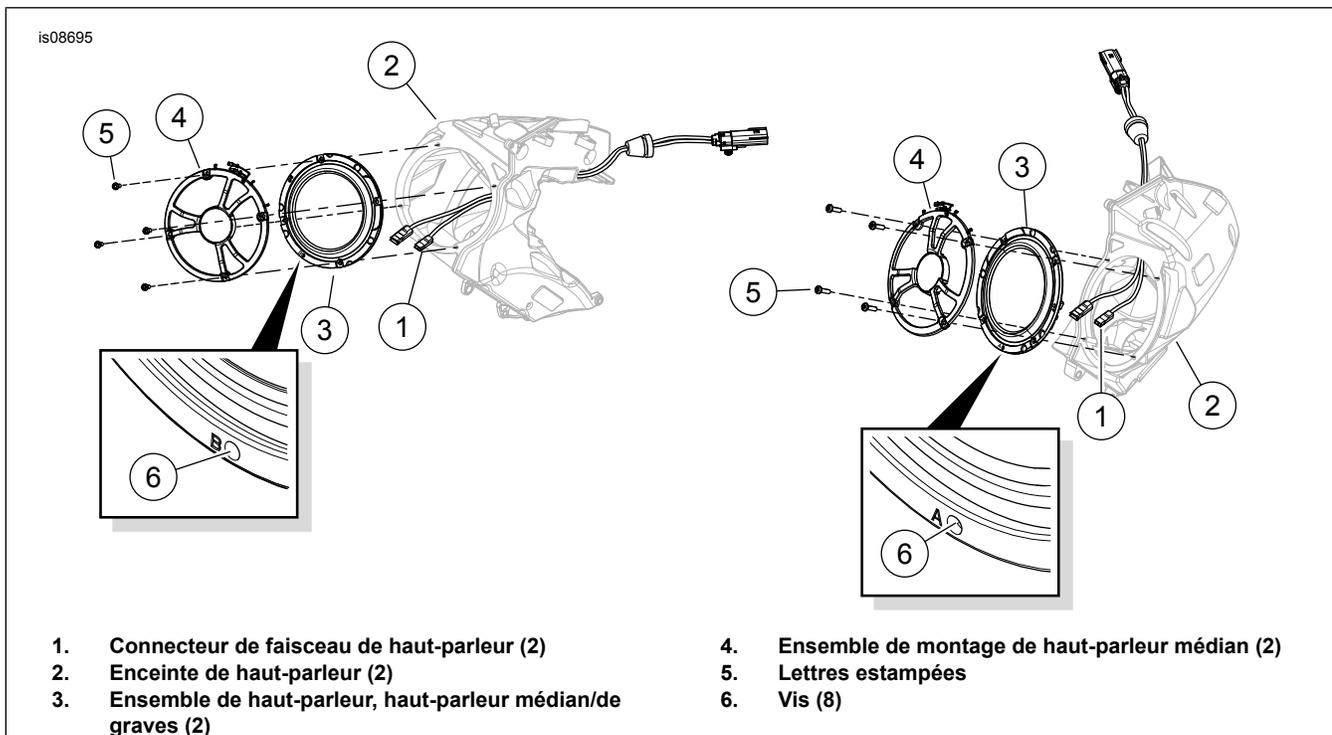

Figure 1. Poser du haut-parleur des graves
1. Voir Figure 1 . Attacher les connecteurs de faisceau de haut-parleur (1) à l'intérieur de l'enceinte de haut-parleur (2) aux bornes embrochables à l'arrière du haut-parleur de graves (3). Les contacts embrochables de différentes tailles permettent d'éviter tout branchement incorrect.